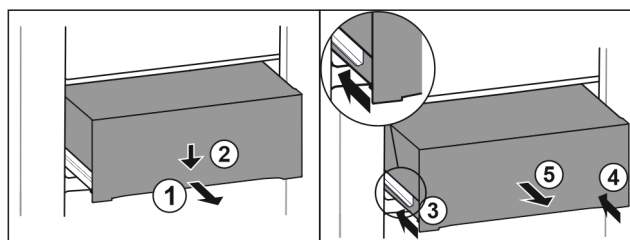

Fig. 121
- ▶ Predal izvlcite do polovice. Fig. 121 (1)
- ▶ Predal na sprednji strani potisnite navzdol. Fig. 121 (2)
- ▶ Levo vodilo potisnite približno 2 cm noter. Fig. 121 (3)
- ▶ Desno vodilo potisnite približno 2 cm noter. Fig. 121 (4)
- ▶ Predal vzemite ven v smeri naprej. Fig. 121 (5)